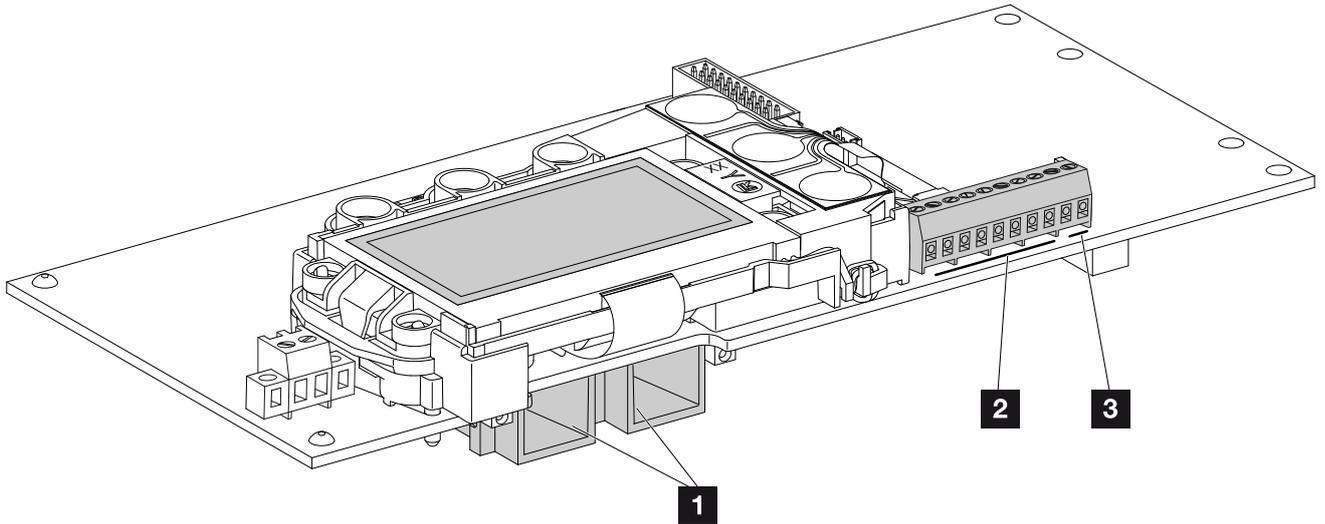

Fig. 34: Componenti della Comboard
5. Inserire i connettori delle stringhe CC sull'inverter.  **Fig. 34**